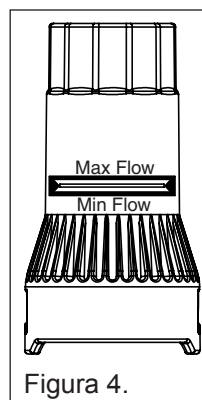

Figura 4.
3. Compruebe que el émbolo blanco (dentro del medidor de flujo) esté alineado dentro las caja de calibrador de caudal. **Véase figura 4.**